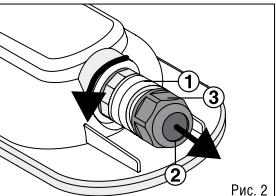
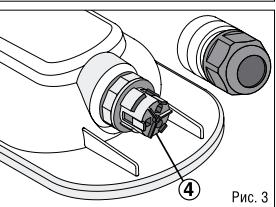

Рис. 2
Рис. 3
- Для подключения светильника к сети необходимо открутить колпачок коннектора ① (Рис. 2), ввести сетевые провода в уплотняемое отверстие ② в гайке ③ и подключить к клеммной колодке ④ в коннекторе в соответствии с указанной маркировкой: 1 – клемма L1, 2 – клемма N, 3 – клемма L2 (Рис. 3). Клемма L2 предназначена для реализации вкл/выкл